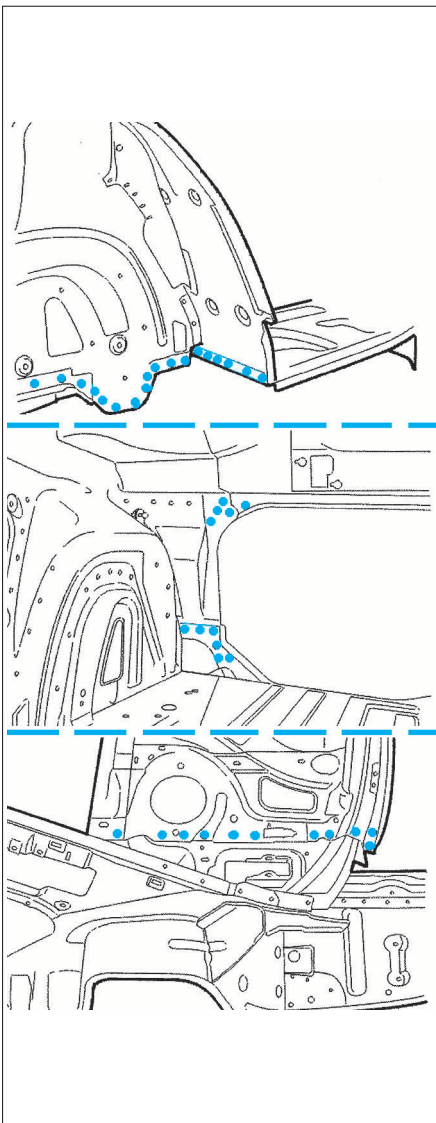

FIG. 81
- Souder par points bouchons à l'arc sous protection gazeuse les points (2).
- Souder à la pointeuse électrique (Fig.81).